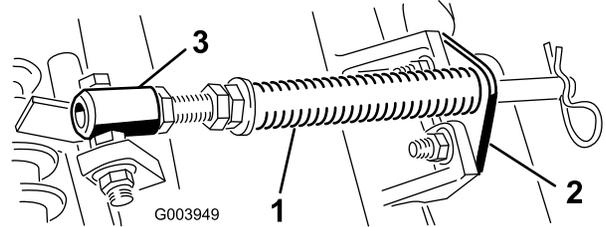

Рисунок 4
- Удалите два каретных болта и две гайки, которые крепят кронштейн штока к выступам режущего блока (**Рисунок 4**).
- Выверните фланцевую гайку крепления болта трубки пружины к выступу несущей рамы (**Рисунок 4**). Снимите этот узел.